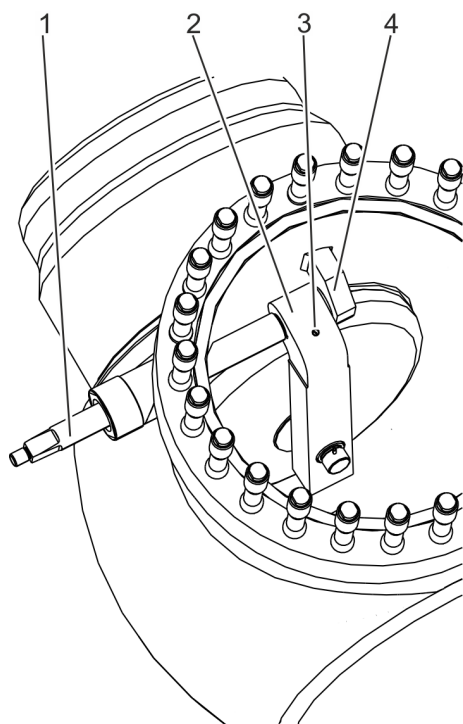

Fig. 24: Démontage de l'arbre du clapet
3. ➔ Si un alésage (Voir la Fig. 24/3) existe dans le levier de la plaque (Voir la Fig. 24/2) : vissez l'anneau de levage dans l'alésage du levier de la plaque.
Insérer l'engin de levage de telle sorte que la plaque anti-retour ne puisse pas tomber dans le bâti (Voir la Fig. 24/1) une fois que l'arbre du clapet a été retiré.
6. ➔ Retirez l'arbre du clapet (Voir la Fig. 24/1) de la pièce de maintien (Voir la Fig. 24/4) du bâti et du levier de la plaque (Voir la Fig. 24/2).